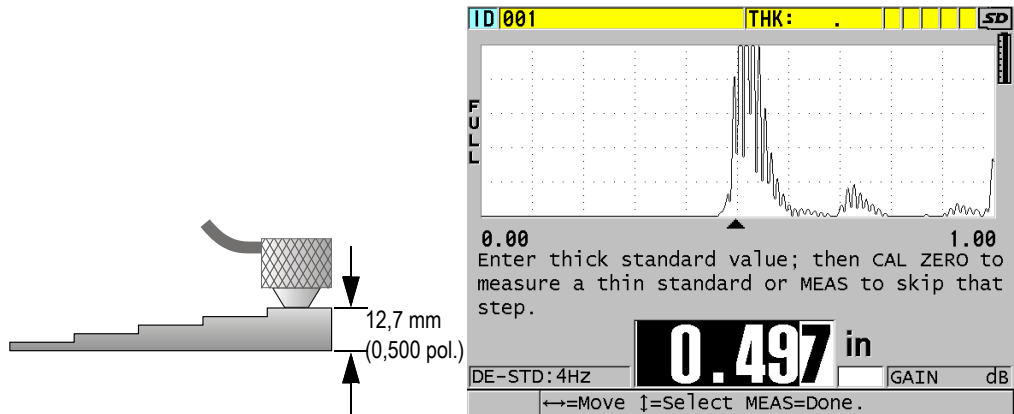

Figura 5-4 Realizar a calibração da velocidade do som do material em um bloco de teste de 5 degraus
1. Para realizar a calibração da velocidade do som no material (veja Figura 5-4 na página 86):